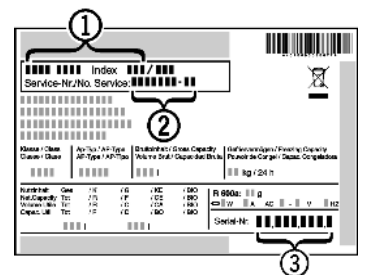

Fig. 5
- ▶ Odczytać z tabliczki znamionowej oznaczenie urządzenia *Fig. 5 (1)*, nr serwisowy *Fig. 5 (2)* oraz numer seryjny *Fig. 5 (3)*. Tabliczka znamionowa znajduje się po lewej stronie wewnątrz urządzenia.
- ▶ Poinformować serwis i podać opis zakłócenia, oznaczenie urządzenia *Fig. 5 (1)*, nr serwisowy *Fig. 5 (2)* oraz numer seryjny *Fig. 5 (3)*.